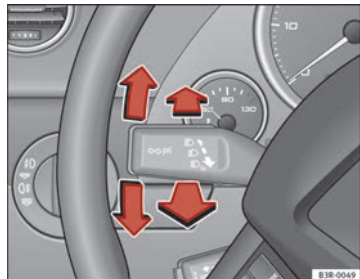

Fig. 93 Palanca de los intermitentes y de la luz de carretera
- Desplace la palanca hacia arriba hasta el tope ⇒ fig. 93 para poner el intermitente de la derecha o bien hacia abajo, para el de la izquierda.